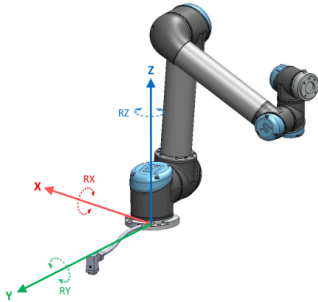

Abbildung 13.1: Basisfunktion
- *Basisfunktion*: Der Ursprung liegt im Zentrum der Roboterbasis (siehe Abbildung 13.1)